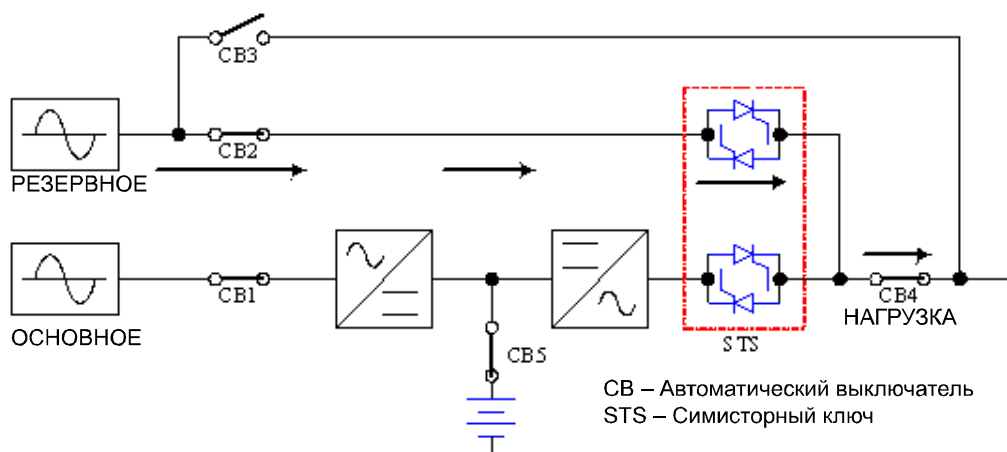

Рис. 2-3. Структурная схема ИБП в режиме работы от резервного источника
При выходе инвертора из строя, вследствие (1) перегрева, (2) перегрузки, (3) короткого замыкания на выходе, (4) отклонения выходного напряжения, (5) неисправности АКБ, система управления отключает инвертор. Если ИБП обнаруживает, что источник резервного питания подключен и его параметры соответствуют норме, он автоматически переключает нагрузку на линию резервного электропитания. После устранения всех неисправностей ИБП автоматически возвращается в режим двойного преобразования (см. рис. 2-3).